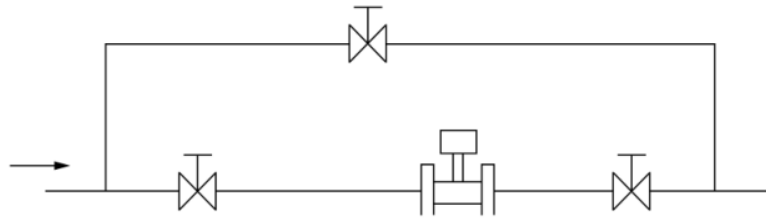

图4旁通管道示意图
- 4) 如需断流检查与清洗传感器，应设置旁通管道如图 4 所示。